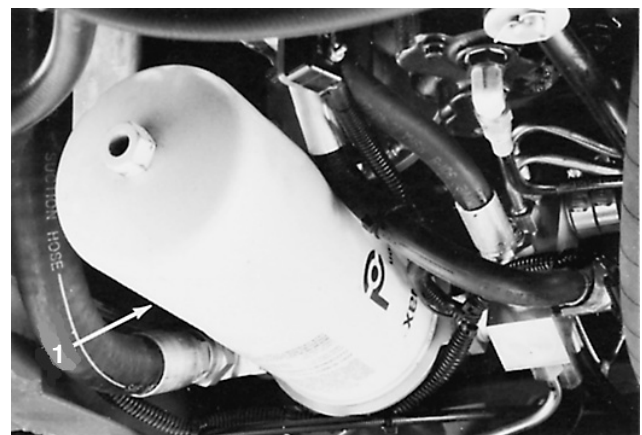

Bild 48
1. Stellen Sie eine Auffangwanne unter den Filter und nehmen Sie den Filter ab (Bild 48).